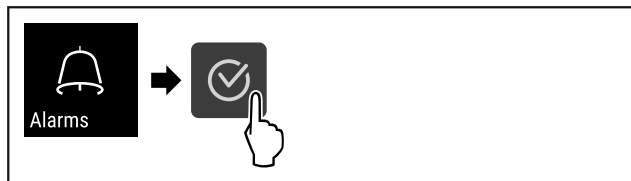

Fig. 139
- ▶ Eseguire i passi (vedere Fig. 139) .